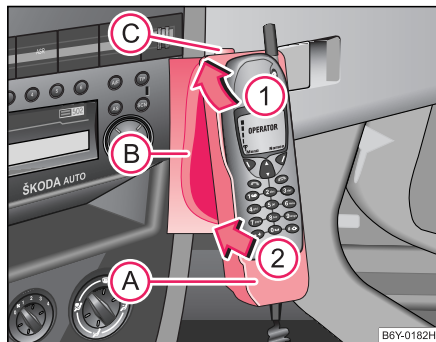

Fig. 89 Conexión de teléfono universal
- Coloque el adaptador con el teléfono en el soporte (B) primero en el sentido de la flecha (1) ⇒ fig. 89, hasta que el adaptador toque el tope. Presione ligeramente el adaptador en el sentido de la flecha (2), hasta que encastre.
- Coloque el teléfono en el adaptador (A) (según las instrucciones del fabricante).